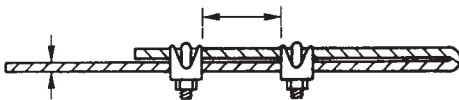

Figura 4
**AVISO IMPORTANTE:** Es importante observar la posición de instalación apropiada de los sujetadores del cable de seguridad según se ilustra en la Figura 4. Para obtener la máxima fuerza de sostenimiento, instale la sección de perno en "U" del sujetador sobre el extremo corto del cable de seguridad y sujete en el extremo largo del cable. La instalación inapropiada reduce la eficiencia de la conexión en hasta el 40%.